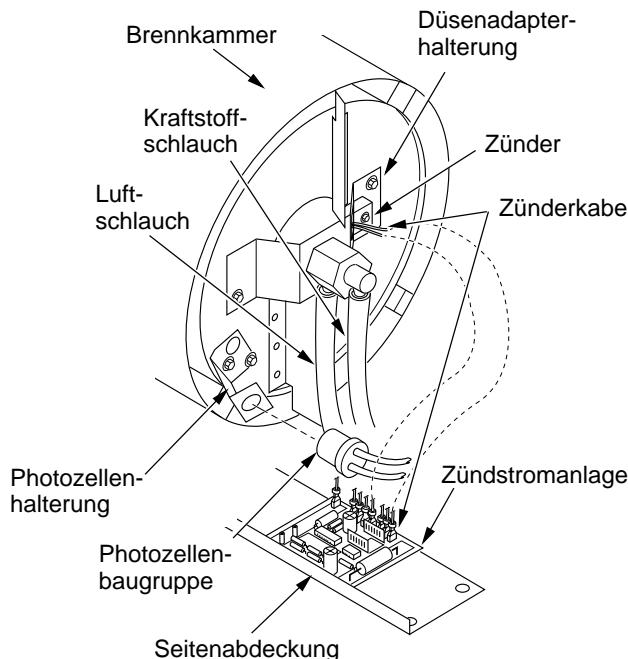

Abbildung 11 - Zündkabel von der Zündstromanlage abtrennen
4. Die Zünderkabel (schwarz) von der Zündstromanlage abtrennen (siehe Abb. 11). Die Zünderkabel durch das Loch im unteren Gehäuse nach oben ziehen.
5. Die Kraftstoff- und Luftscläuche abtrennen. Die Photozelle aus der Photozellenhalterung entfernen (siehe Abb. 11).